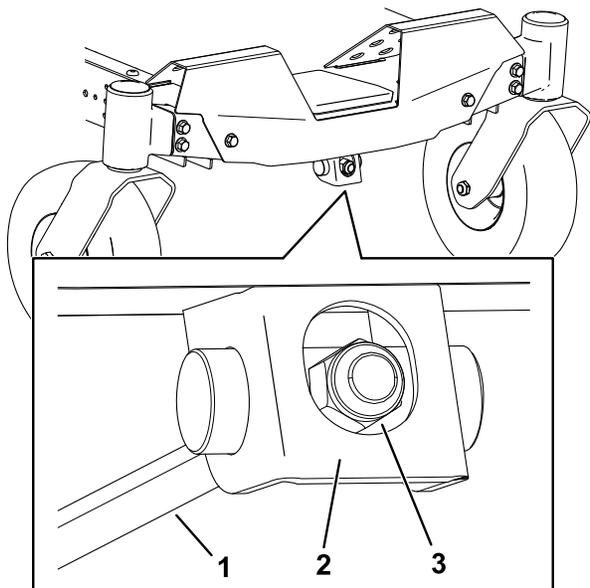

Figura 69
1. Rode a porca de ajuste na frente do cortador (Figura 69).